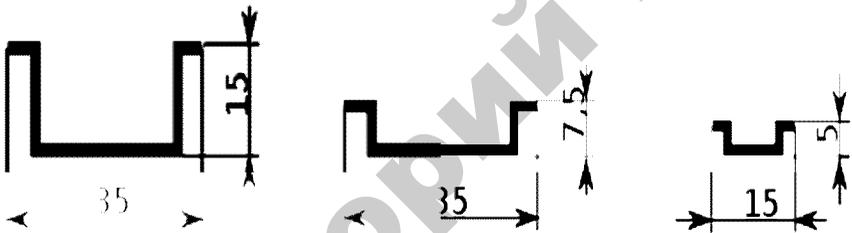

Рис. 30. DIN-рейка  $\Omega$ -типа, различного формата
ТН35 – современная стандартная металлическая рейка шириной 35 мм специального профиля. Данная рейка была разработана Немецким институтом стандартизации (DIN) и принята впоследствии Международной электротехнической комиссией (IEC), а также в качестве Европейского стандарта (EN). В России рейка ТН35 была введена в качестве национального стандарта с 2004 г. принятием ГОСТ Р МЭК 60715–2003. Также существует рейка уменьшенного формата (рис. 3), как по толщине, так и по ширине профиля (рейки последнего типа обычно используются для установки клемм, а не аппаратов). Стандартная *DIN-рейка шириной 35 мм* обычно выпускается отрезками длиной 2 м. DIN рейка может выпускаться различных размеров (рис. 30).